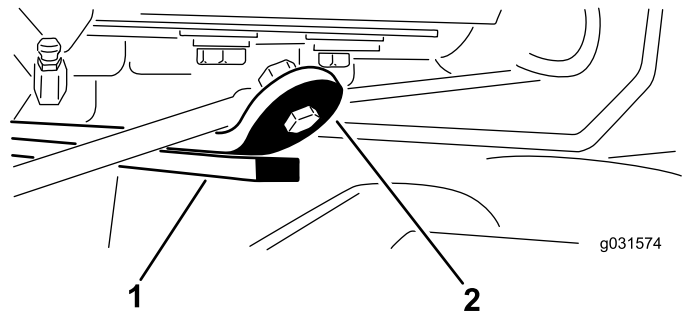

图 14
3. 启动发动机升起滚刀组确保后刀组耐磨棒顶部的耐磨带与缓冲带之间的间隙介于 0.512.54mm 之间如图 14 所示。